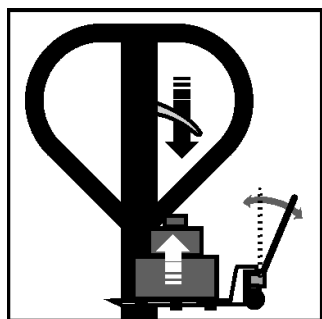

Fig. 8 – Elevando a carga
- b. Posicione a alavanca no centro para transportar a carga, conforme fig. 8.